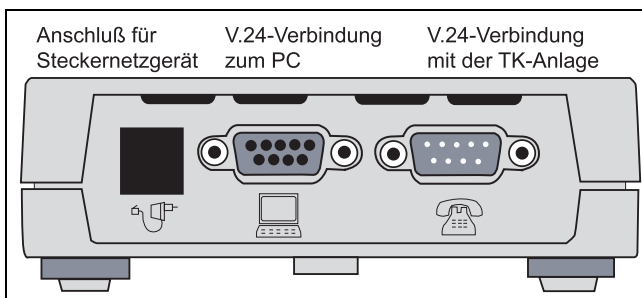

Bild 2: Controller Rückabdeckung mit Anschlüssen
- Schließen Sie das Kabel K-12-100 (2,90 m) an der mit "PC" gekennzeichneten Buchse des Controllers (Bild 2) und an einer seriellen Schnittstelle des Übernahme-PC an. Dieses Kabel darf **nicht** verlängert werden.
- Stecken Sie das Kabel des zugehörigen Steckernetzgerätes in die entsprechenden Buchse des Controllers (Bild 2) und stecken Sie das andere Ende in eine Steckdose. Achten Sie dabei auf festen Sitz.